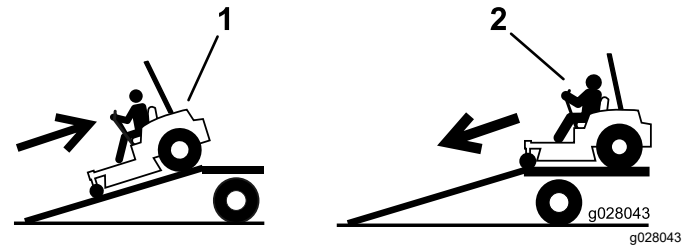

Figura 41
2. Desça a rampa em marcha para a frente (Figura 41).